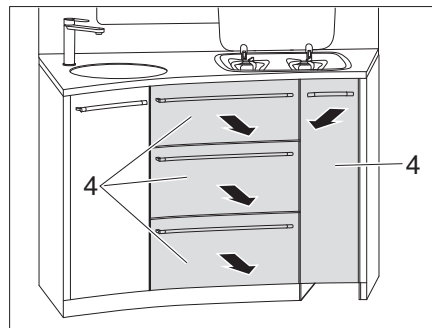

Fig. 128 Estrarre e togliere i cassetti della cucina
- Estrarre e togliere i cassetti della cucina (Fig. 128,4).